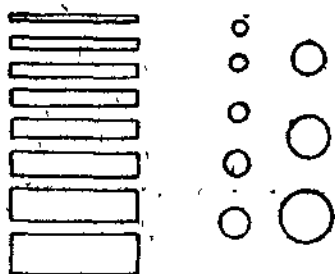

图1.2 印片机控制曝光量强弱的方法示意图
2. 光源调节部分：用以调节印片过程中由于底片浓淡不同而需要的曝光量。它主要是利用在光源与底、正片接触之间的调节设备；有的机器是利用平行空隙大小，有的则利用圆孔直径不同而控制曝光量的强弱。如图1.2。